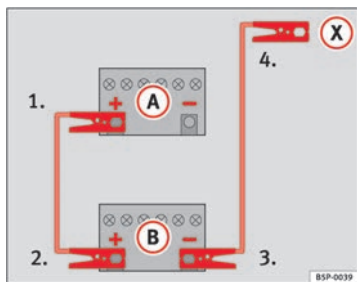

Abb. 230 Schema für das Anklemmen der Starthilfekabel
In der ⇒ Abb. 230 ist **(A)** die entladene Batterie und **(B)** die stromgebende Batterie.
- 1. Klemmen Sie ein Ende des roten Starthilfekabels an den Pluspol ⇒ Abb. 230 **(+)** des Fahrzeugs mit der entladenen Batterie ⇒ .